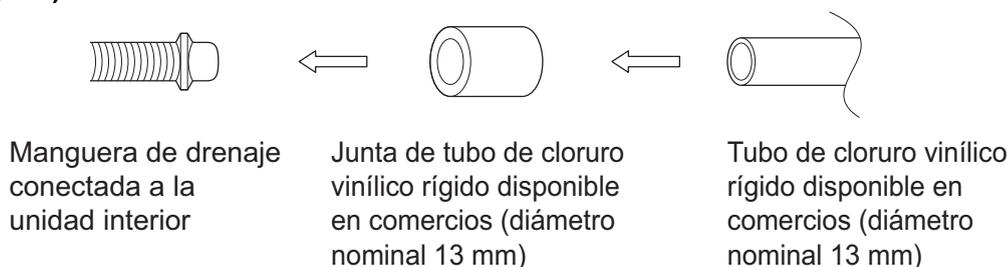

Fig. 18
- Al conectar directamente una junta de tubo de cloruro vinílico rígido (diámetro nominal 13 mm) a la manguera de drenaje conectada a la unidad interior (es decir, para la tubería incrustada, etc.), utilice una junta de tubo de cloruro vinílico rígido disponible en comercios (diámetro nominal 13 mm). **(Consulte la Fig. 18)**